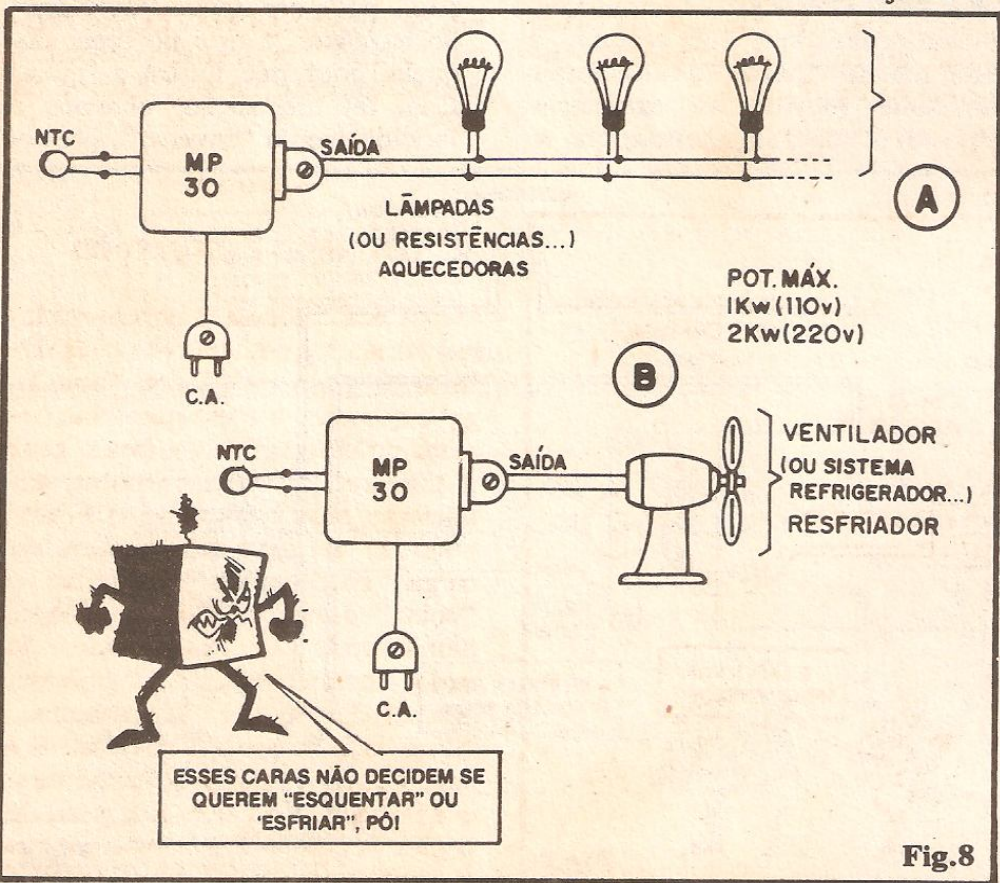
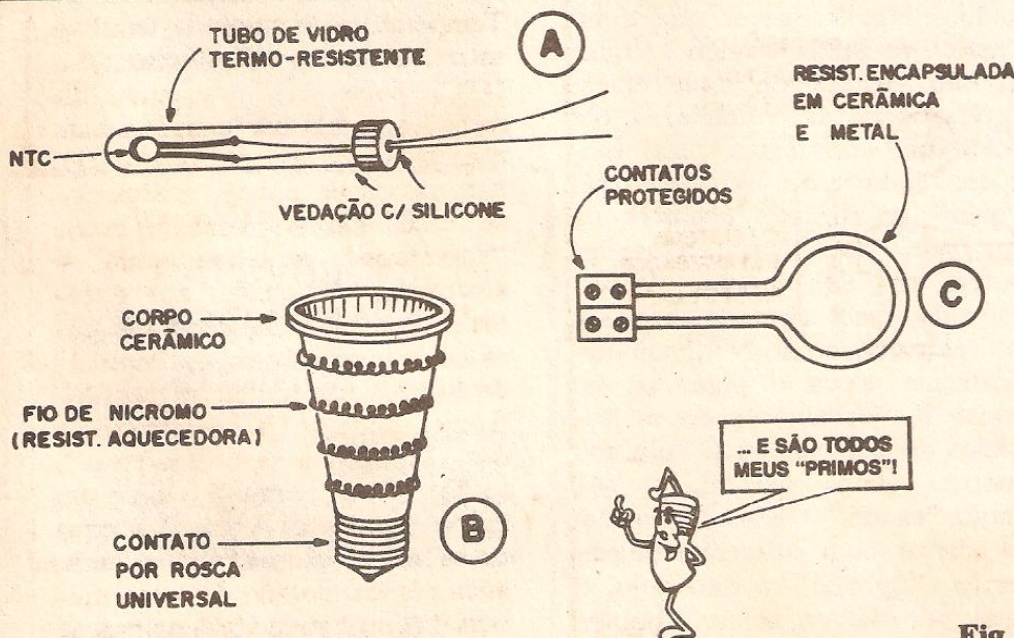

Fig.8
Fig. 9
- FIG. 8 - ARRANJOS TÍPICOS PARA UTILIZAÇÃO - No diagrama 8-A temos um arranjo básico para utilização na função "frio liga", ou seja: aquele em que a MP-30 aciona automaticamente elementos aquecedores assim que a Temperatura controlada "caia" a um pré-determinado "limiar"... Observem que a sugestão indica o uso, como "elementos aquecedores", de simples lâmpadas incandescentes (uma solução prática muito adotada - por exemplo - em chocadeiras elétricas...), mas nada impedindo que "resistências aquecedoras" mesmo, industrial-
- FIG. 9 - O TERMO-SENSOR E OS ELEMENTOS AQUECEDORES, NA PRÁTICA - "Os dedos" da MP-30 são representados pelos termístor NTC... É "ele" que "sente" as variações na Temperatura (revejam a "Aula" nº 11, se já tiverem esquecido seu funcionamento...) e "traduz", eletricamente, tais condições ao circuito, para que sejam tomadas as "devidas providências"... Pela sua importância no desempenho geral do TERMOSTATO, o sensor merece algum "respeito" e cuidado... Se, por exemplo, o meio controlado for um fluido, líquido (água ou solução química...), convém impermeabilizar bem o NTC, eventualmente encapsulando-o num tubinho de vidro termo-resistente (pirex), conforme sugere o diagrama 9-A. O tal tubinho deve ser dotado de tampa, e a vedação desta deverá ser promovida com silicone ou cola de epoxy... Com tal construção, o sensor poderá, "sem medo", ser "mergulhado" em qualquer líquido, mantendo suas funções, devidamente protegido... Existem, é claro, outras possibilidades de dar uma "roupa" ou proteção ao NTC, soluções que dependerão muito do tipo de aplicação, e surgirão naturalmente da criatividade e bom senso do Leitor/"Aluno"... Outro exemplo: no monitoramento/sensoreamento da Temperatura de "algo sólido" (a estrutura de um maquinário...), o NTC, pelas suas pequenas dimensões, pode ser simplesmente colado à conveniente superfície, com massa de epoxy, utilizando-se esse adesivo também como "cobertura" protetora para o termístor... Já quanto aos eventuais elementos aquecedores comandados pela Saída de Potência da MP-30, são muitas as possibilidades práticas (já mencionada a das "lâmpadas esquentadoras", na fig. 8-A...): em 9-B vemos um típico aquecedor com filamento de nicromo, com estrutura cerâmica cônica, dotado de rosca universal (tipo "lâmpada") na base... "Esquentamentos" de pequena ou